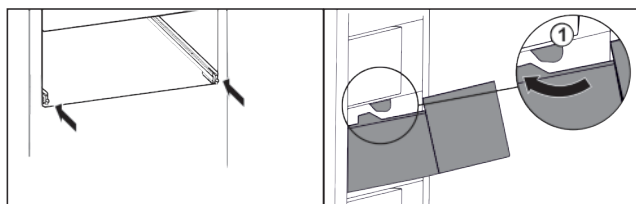

Fig. 43
- ▶ Schubfach um die Stopper Fig. 43 (1) herumführen.